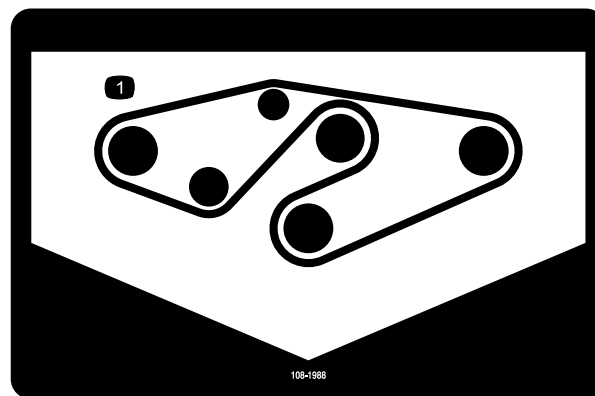

Figura 32
4. Coloque a nova correia nas polias da barra superior e na estrutura da polia intermédia, como se mostra em Figura 32.